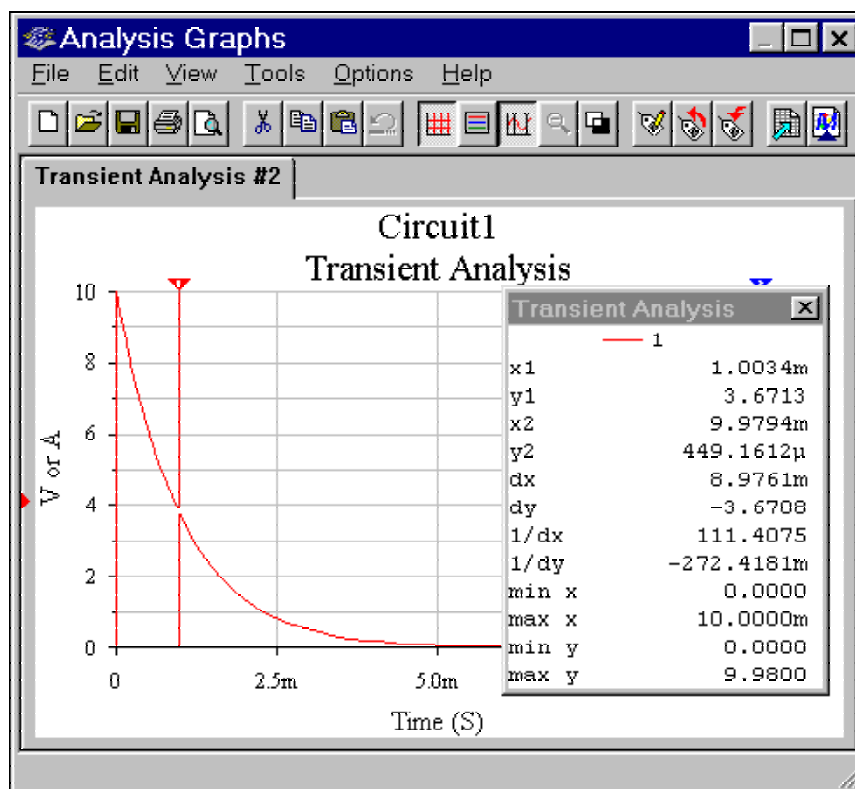

Fig. 20 Resultado de la simulación
- En la Fig. 20 podemos ver el resultado de la simulación. Activando los cursores se abre una ventana pequeña en que se da información detallada de la señal.